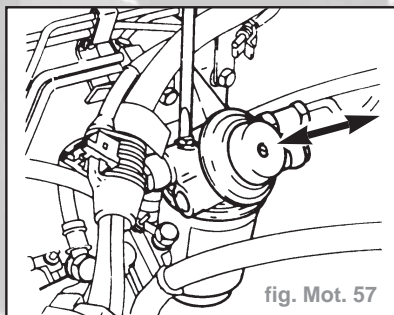

fig. Mot. 57
- Dévisser d'un tour le bouchon de purge du filtre à carburant (fig. Mot. 57).